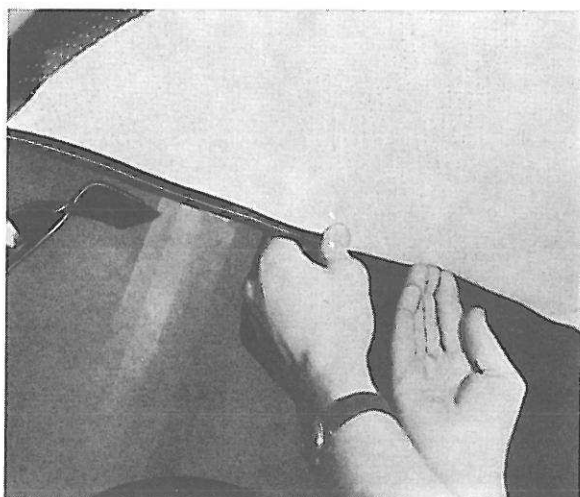

Figure 74. Mise en place du bord plastique
7. Replier le bord en plastique et le monter au-dessus du pare-brise comme le montre la figure 74.